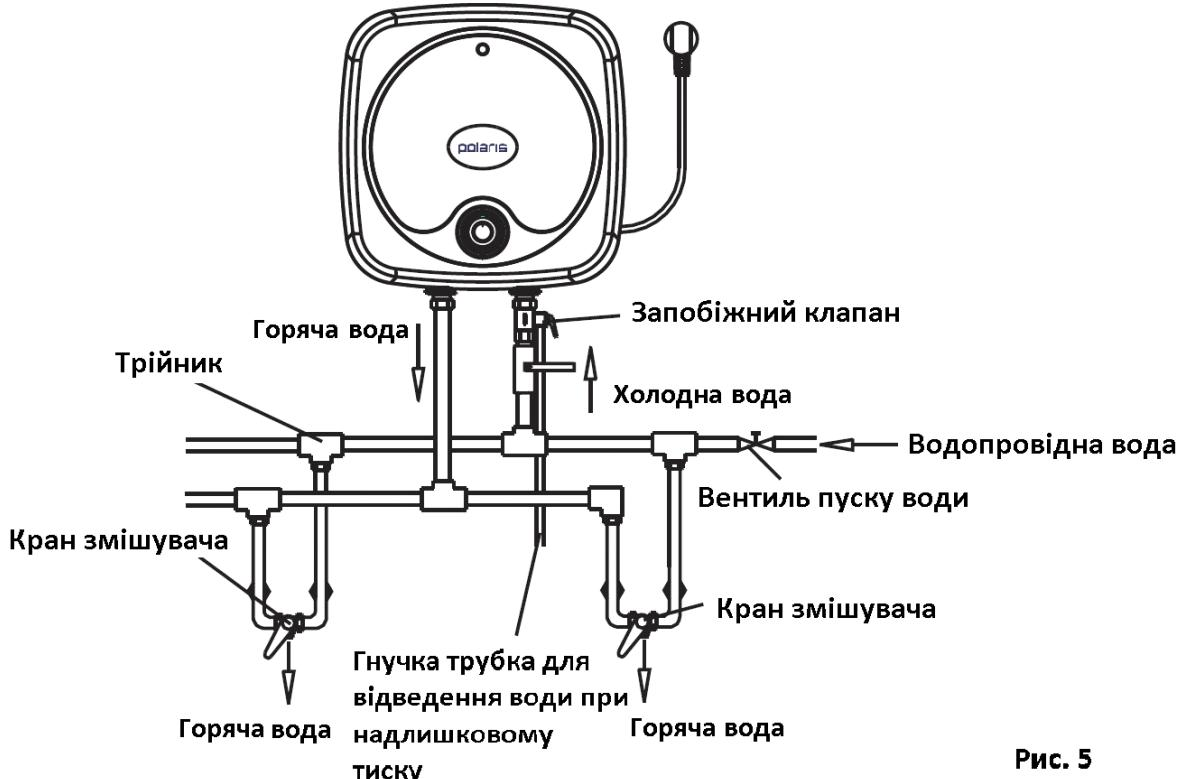

Рис. 5
- Якщо ви хочете під'єднати до водонагрівача декілька споживачів води, керуйтесь наступною схемою (приклад для варіанту монтажу над раковиною) на рис. 5: